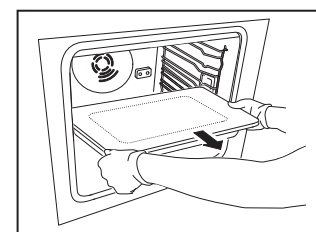

Fig. 4
2. Verwijder de inductieplaat met beide handen en berg de plaat op. Voorkom stoten die tot beschadiging van het glas of de elektrische aansluiting kunnen leiden (Fig. 4).